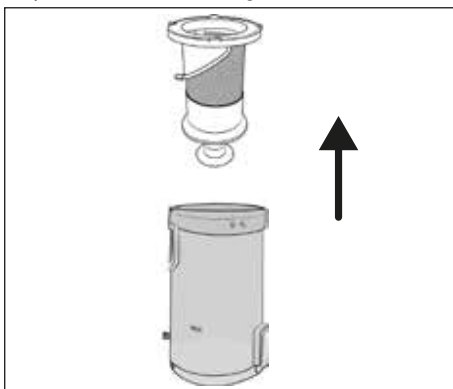

Fig. 19
- 4) Para retirar el filtro de acero inoxidable **6** del depósito de polvo **7**, agarrar el filtro de acero inoxidable **6** por el orificio y extraírgalo del depósito de polvo **7** (consulte la fig. 19).